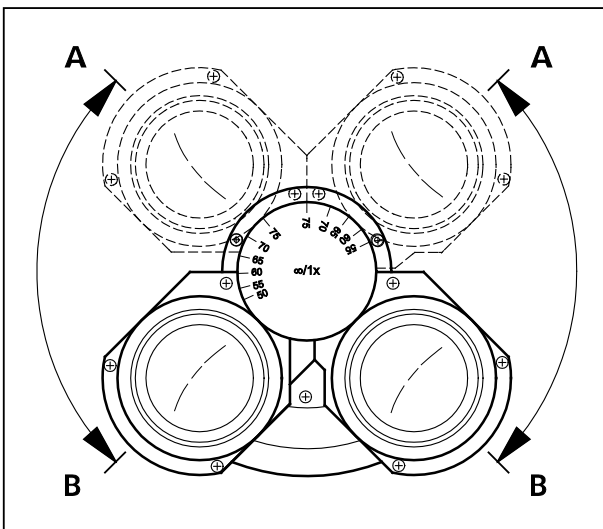

Bild 30 Einblickhöhe einstellen
- Einblickhöhe durch Schwenken der Okularstutzen nach oben (Bild 30/A) oder nach unten (Bild 30/B) den individuellen Bedürfnissen anpassen.